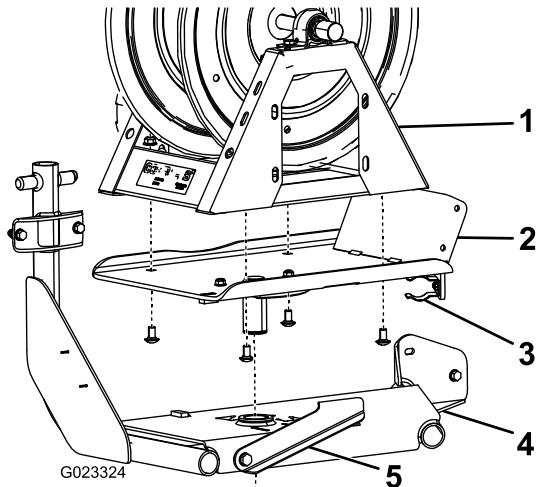

Figura 6
2. Sujete el soporte giratorio a la parte inferior del carrete de la manguera con 4 pernos de cuello cuadrado y 4 tuercas con arandela prensada (3/8 pulgada) (Figura 6).
3. Introduzca el soporte giratorio en el orificio del bastidor del carrete de la manguera (Figura 6).